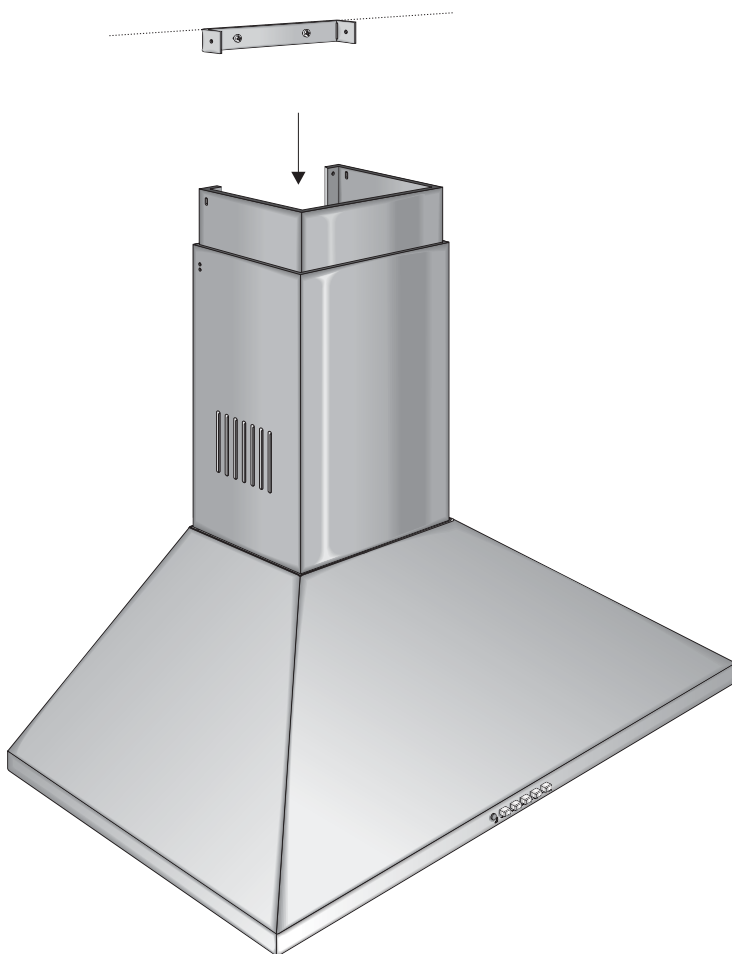

Fig.10
- Infilare il camino telescopico superiore all'interno del camino telescopico inferiore (Fig.10).
- Slide the upper telescopic stack inside the lower telescopic stack (Fig. 10).
- Enfiler la cheminée télescopique à l'intérieur de la cheminée télescopique inférieure (Fig. 10)
- Schieben Sie den oberen Teleskop-schacht in das Innere des unteren Teleskop-schachts (Abb. 10).
- Sæt den øverste teleskopiske kamin inden i den nederste teleskopiske kamin (Fig 10).
- Steek de bovenste telescopische schoorsteen in de binnenkant van de onderste telescopische schoorsteen (fig.10)